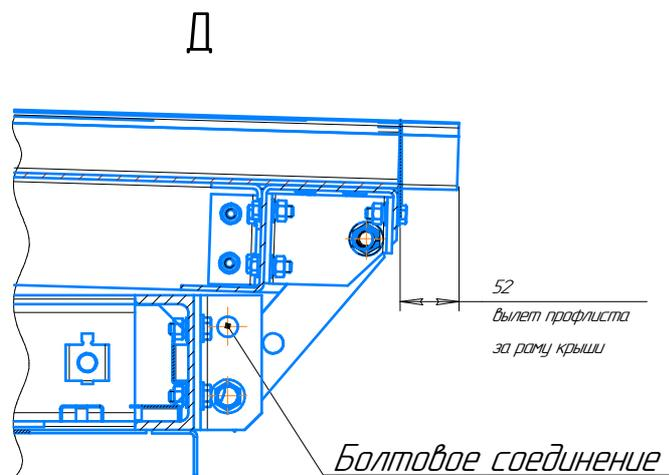

Рисунок 13
- 3.6.6. После монтажа крыши в проектное положение установить болтовое соединение М16 по свесу кровли (смотри рисунок 13, приложение Б).